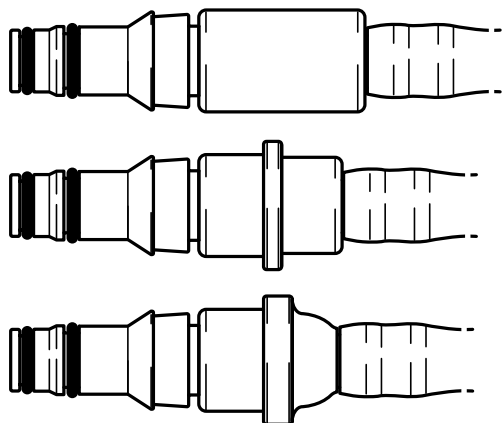

Fig. 5: Tubagem de ligação do lado do veículo com flange comprida
**Procedimento de purga com tubagem de ligação do lado do veículo com flange comprida (fig. 5):**